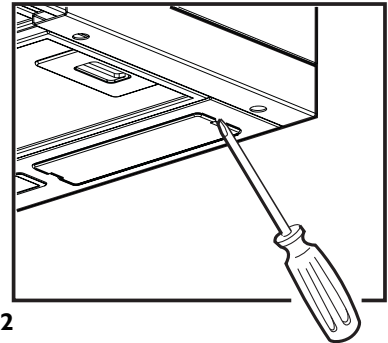

Abb. 2
2. Setzen Sie einen kleinen Schraubenzieher oder ein anderes Werkzeug als Hebel an, um die Lampenabdeckung abzunehmen (**Abb. 2**).